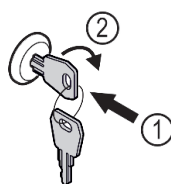

Fig. 240
- Πιέστε μέσα το κλειδί. Fig. 240 (1)
- Περιστρέψτε το κλειδί 90° δεξιόστροφα. Fig. 240 (2)